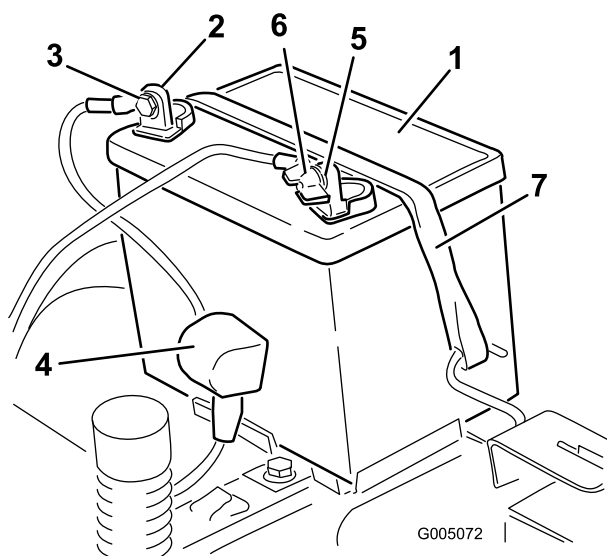

Figure 35
4. Débranchez le câble négatif (noir) de mise à la masse de la borne de la batterie (Figure 35).
6. Débranchez le câble positif (rouge) de la borne de la batterie (Figure 35).
7. Déposez la barrette de maintien de la batterie (Figure 35) et soulevez la batterie de son support.
1. Placez la batterie dans son support (Figure 35).
5. Fixez la batterie en place à l'aide de la sangle de maintien (Figure 35).